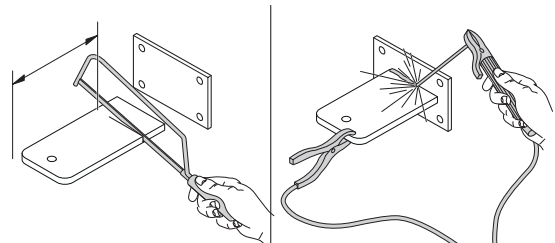

Fig. 3
**02.** Antes de ser fixado na parede, o suporte deve ser soldado à placa de aperto (**Fig. 3**); o suporte pode ser cortado com a distância desejada, para ajustar as **distancias A e E** de acordo com a necessidade.